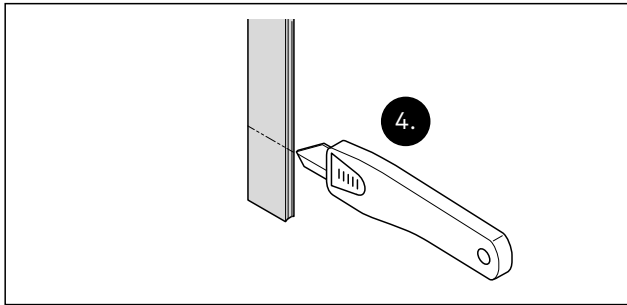

Abb. 9 Die Dichtung um 30 mm kürzen
4. Die Dichtung des Deckprofils der Zarge um 30 mm kürzen (Abb. 9).